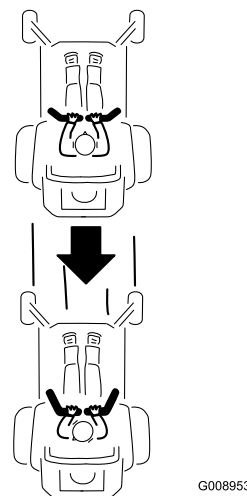

Figura 20
2. Para recuar, olhe para trás de si e para baixo, enquanto lentamente puxa as alavancas de controlo do movimento para trás (Figura 20).
Para andar a direito, aplique pressão igual em ambas as alavancas de controlo do movimento (Figura 20).